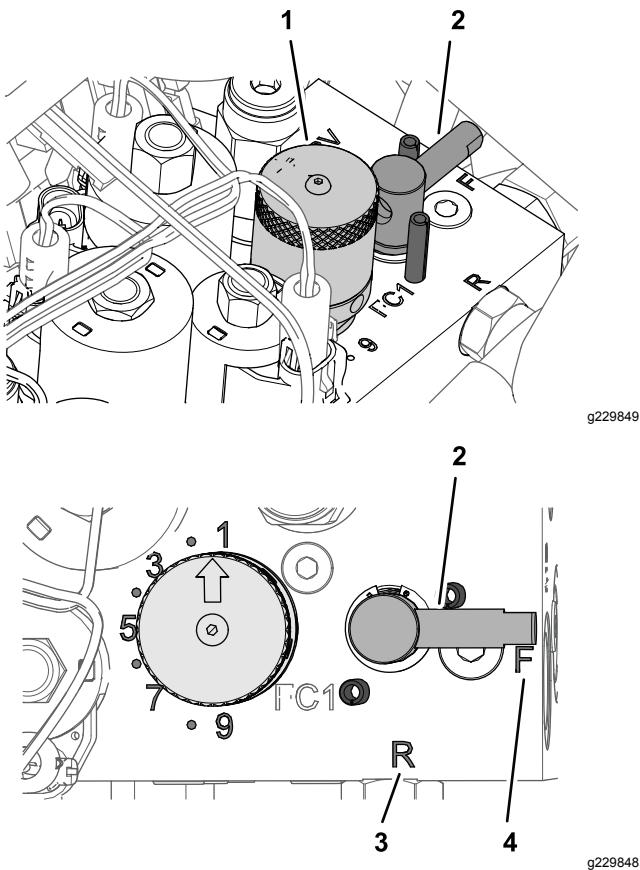

Figura 54
4. Girate la leva di lappatura in posizione R (retromarcia) (Figura 54).
5. Ruotate la manopola della velocità dei cilindri all'impostazione 1 (Figura 54).